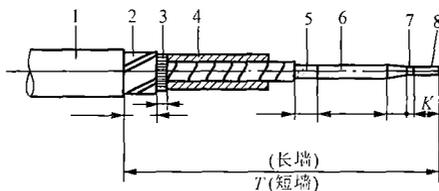

图 E-20
**Je5E1014** 如图 E-20 所示, 标出 10kV 交联电缆热缩接头切削绝缘及应力锥尺寸和结构名称。